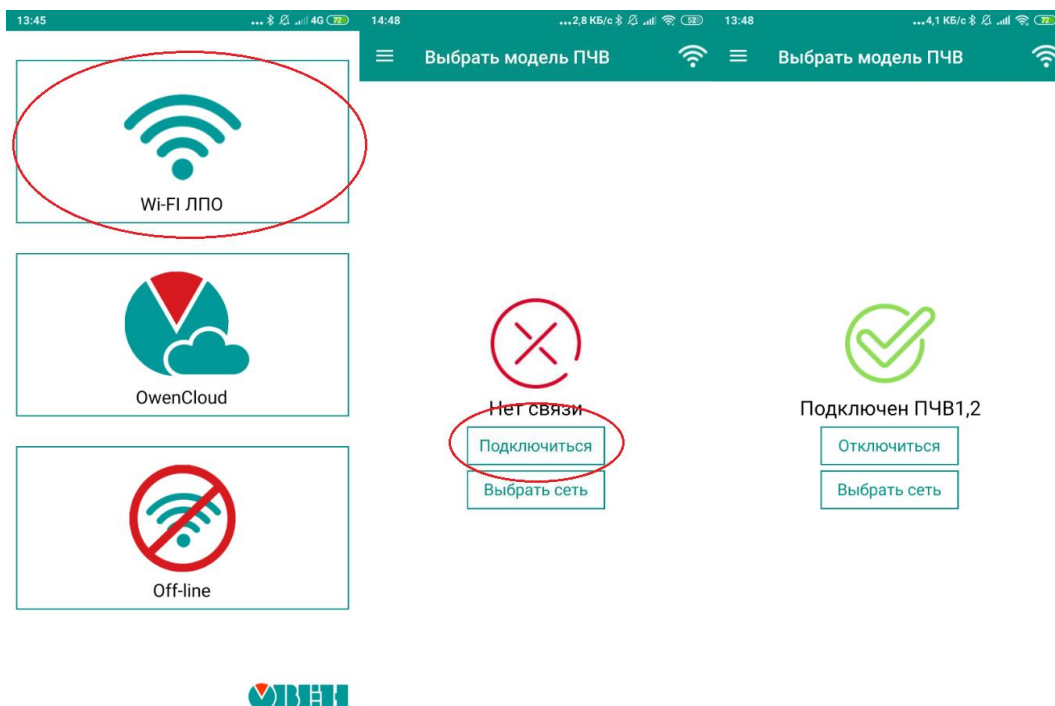

Рисунок 5. Подключение к ЛПО1В.
6. Выполнить подключение к ЛПО (Рис. 5).